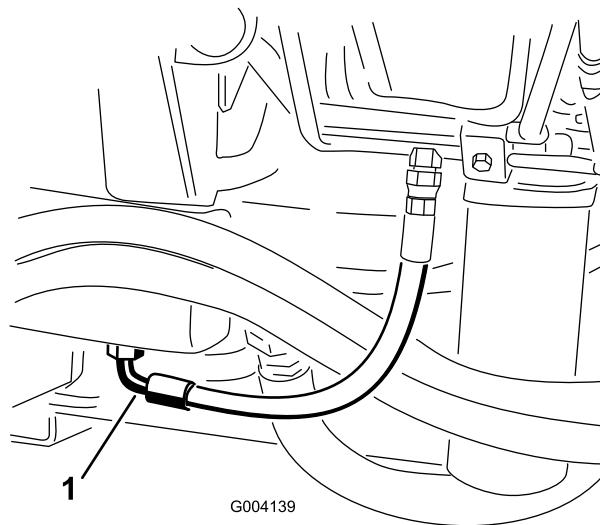

Figura 55
2. Coloque um recipiente de escoamento grande debaixo do encaixe preso à parte de baixo do reservatório do fluido hidráulico (Figura 55).